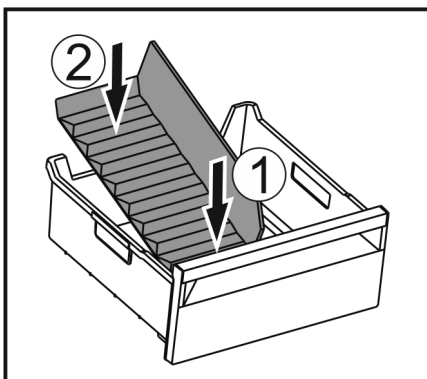

Fig. 67
- Voorste deel van de ijsvak-scheider plaatsen. Fig. 67 (1)
- Achterste deel van de ijsvak-scheider tot de bodem van de lade laten zakken. Fig. 67 (2)